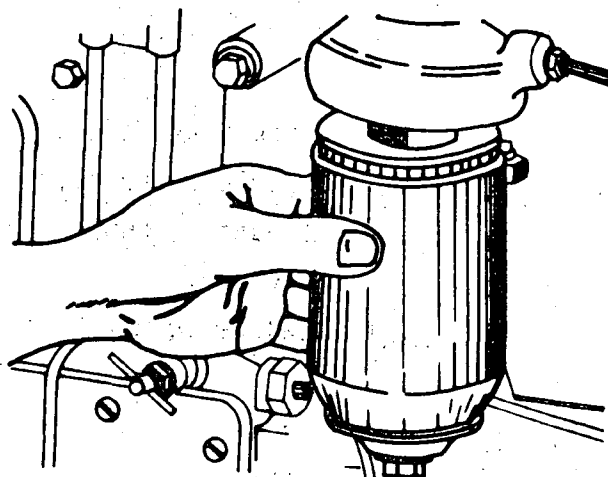

Fig. 2
- c Afrouxe o parafuso de fixação e retire a carcaça (fig. 2).